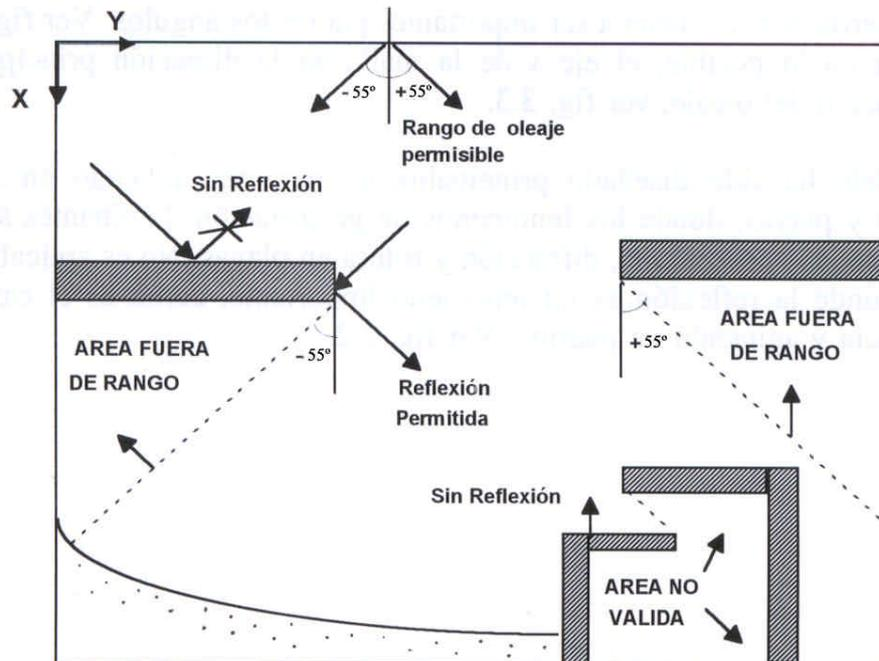
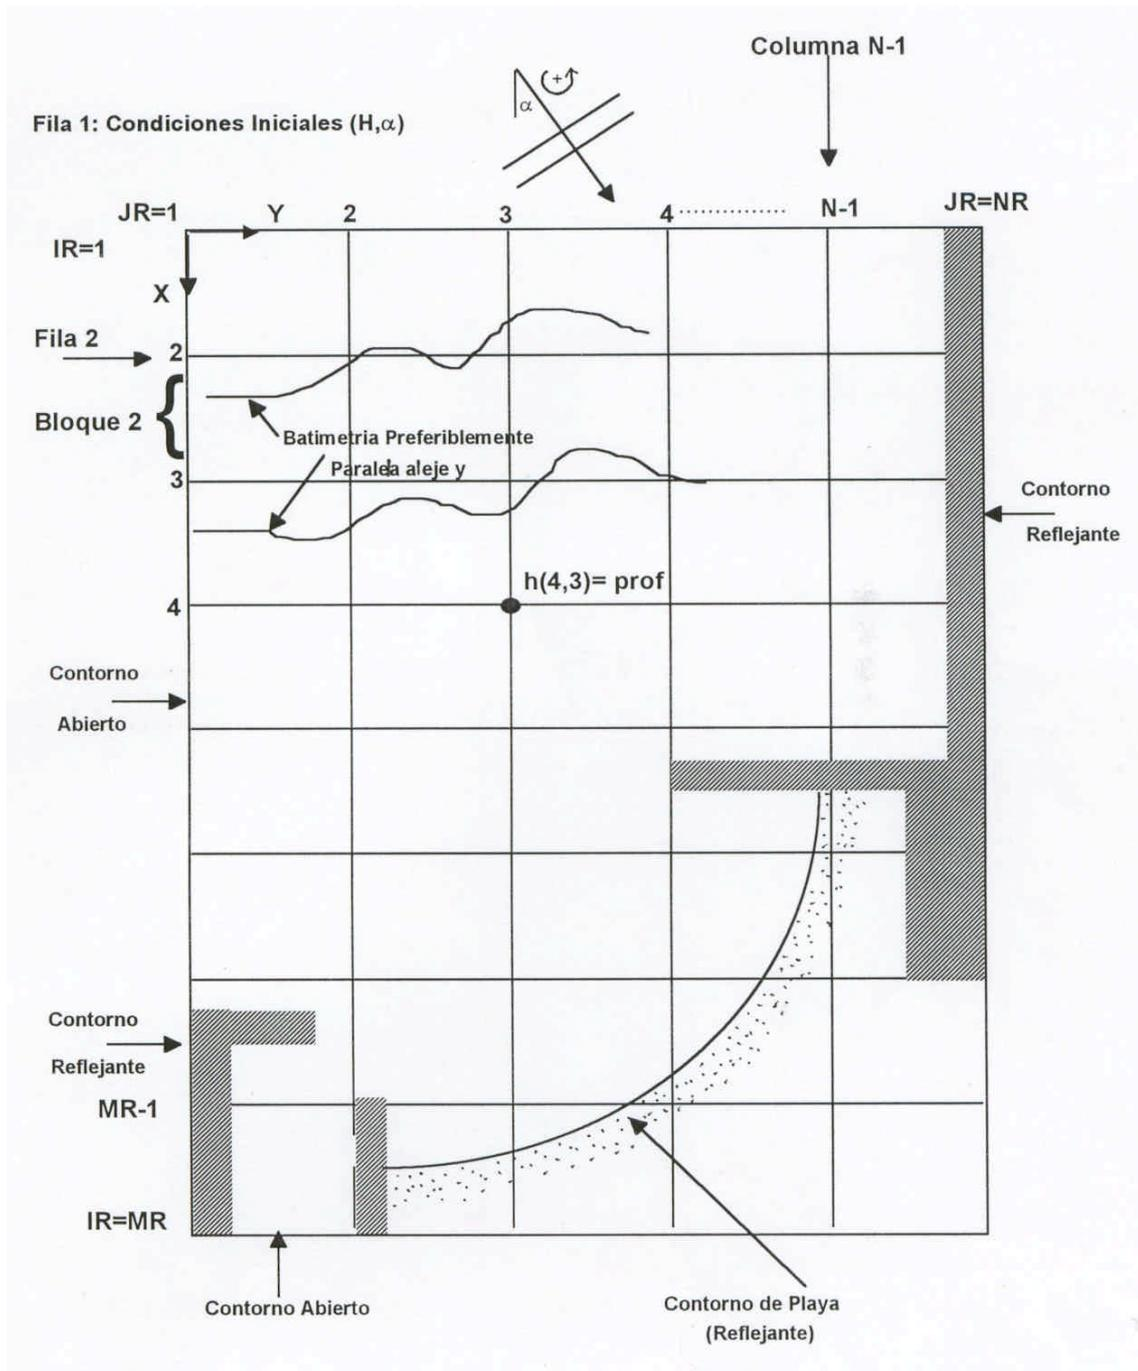

Figura 3.2. Zonas válidas de propagación y límite de ángulos
Figura 3.3. Esquema general de la malla y contornos
2. El ángulo de propagación en la primera fila ($x = 0$) de la malla, debe estar dentro del rango $\pm 55^\circ$, con respecto al eje de propagación principal, eje x . (Ver figura 3.2).
3. Se debe tener especial cuidado para que la zona de estudio no se encuentre dentro de ángulos de propagación mayores a $\pm 55^\circ$ con respecto al eje x , dado que los errores comienzan a ser importantes para estos ángulos. (Ver figura 3.2). Orientar en lo posible, el eje x de la malla en la dirección principal de propagación del oleaje. (Ver figura 3.3).
4. El modelo ha sido diseñado principalmente para ser aplicado en zonas costeras y playas, donde los fenómenos de propagación dominantes son la refracción, asomeramiento, difracción y rotura en playas. No es aplicable en casos donde la reflexión es un fenómeno importante, como es el caso de resonancia y agitación en puertos. (Ver figura 3.2).
3. Como en todos los modelos numéricos, es necesario imponer unas condiciones de contorno laterales, estas condiciones nunca son perfectas e involucran ruidos numéricos en el sistema. El modelo Mopla impone unas condiciones de contorno laterales reflejantes o abiertas aplicando la ley de Snell (ver manual de referencia), por tal motivo, se debe intentar mantener el efecto de los contornos laterales, lo más alejado posible de la zona de estudio y dentro de lo posible, intentar que la batimetría en dichos contornos sea lo más paralela al eje (y), (ver figura 3.3).